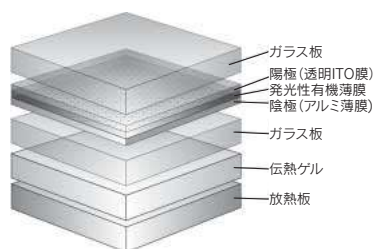

図1 有機ELパネルの構造
有機ELは、2枚の電極（陽極：透明ITO膜、陰極：アルミ薄膜）の間に薄い発光性有機膜を挟むサンドイッチ構造（図1）をしている。防湿のため2枚のガラスで密閉封止する必要があるが、それでも全体の厚さは2～3mmと大変薄く、この①薄い、しかも面発光ということが有機ELの一番の特徴である。